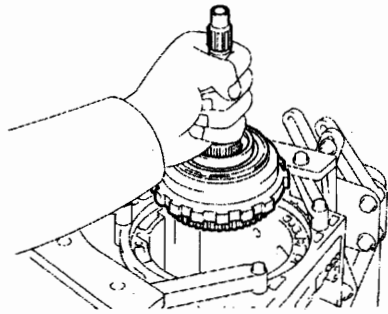

图 12-1-50
②如图 12-1-50 所示, 从变速器壳体上拆下中央轴和 3 号单向离合器总成。